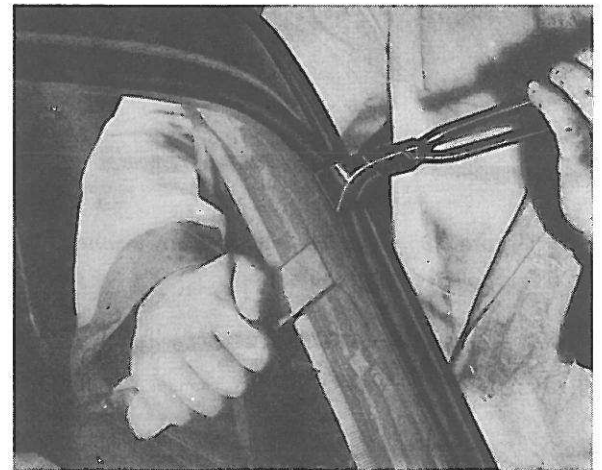

Figure 57. Délogement du joint caoutchouc
4. Démontez le joint caoutchouc en commençant par l'angle gauche supérieur en essayant de le faire passer par-dessus le bord de la tôle avec la chasse en bois tout en l'arrachant de l'extérieur avec une tenaille, voir figure 57. Terminer le travail à la main comme le montre la figure 58.
1. Démontez le plafonnier, les pare-soleil, les rétroviseurs et la partie supérieure de l'enjoliveur du pare-brise. Enlever les enjoliveurs latéraux comme le montre la figure 57.